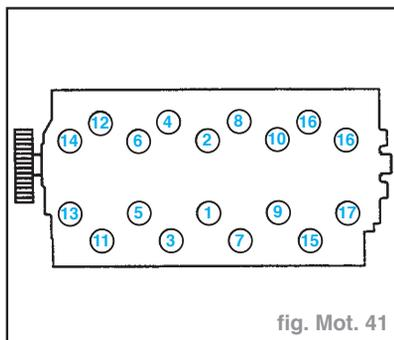

fig. Mot. 41
- Serrage de toutes les vis à **2 daN.m**, puis effectuer un angle suivant le **tableau N° 1** et dans l'ordre préconisé 1 à 18 (fig. Mot. 41).